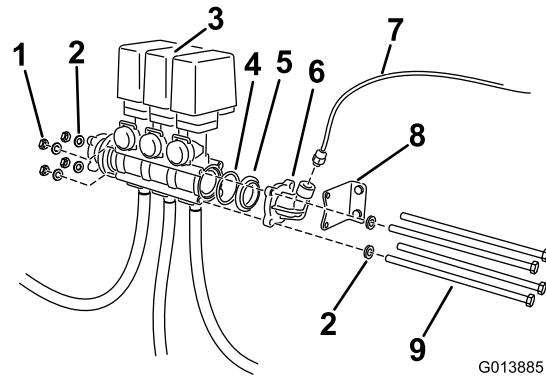

Рисунок 4
2. Ослабьте затяжку длинных болтов и деталей крепления клапана в сборе (Рисунок 4). Снимите и сохраните все детали крепления. Сдвиньте клапан в сборе вправо.
3. Снимите переходник патрубка и прокладку (Рисунок 4). Найдите уплотнительное кольцо на корпусе имеющегося клапана. Сохраните все детали. Отсоедините кронштейн от имеющегося клапана в сборе.